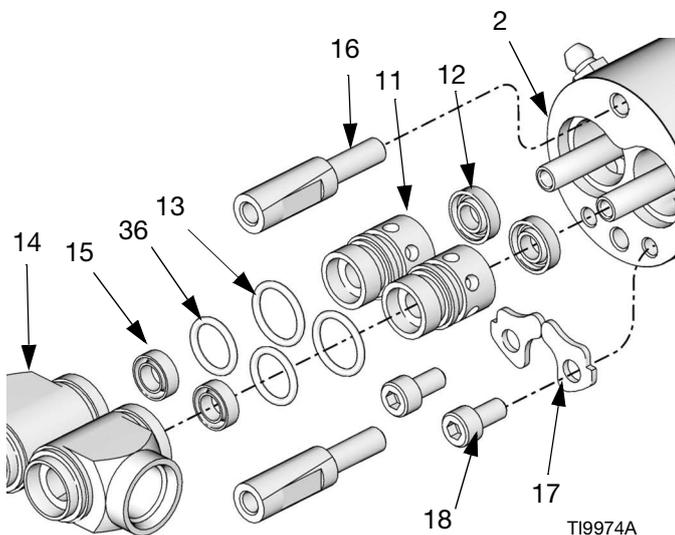

FIG. 7
5. Rimuovere le due viti del contenitore del fluido (18) e i morsetti (17) dal contenitore del fluido (14). Fare scorrere il contenitore del fluido (14) fuori dal cilindro pneumatico (2). Vedere FIG. 7.
6. Rimuovere i cuscinetti (11), gli O-ring dei cuscinetti (36, 13) e le tenute del fluido secondarie (12, 15).
1. Lubrificare i cuscinetti (11), gli O-ring (13, 36) e le tenute (12, 15). Collocare gli O-ring (13, 36) sui cuscinetti. Inserire con attenzione le tenute (12) nell'incavo del cuscinetto, con i labbri rivolti in giù nel cuscinetto. Inserire le tenute (15) nel cuscinetto, con la molla rivolta all'esterno dell'alloggiamento. Prestare attenzione a non danneggiare i labbri delle tenute. Vedere FIG. 7.
2. Spingere i cuscinetti (11) nel cilindro pneumatico (2).
3. Ingrassare il contenitore del fluido (14) e installarlo sui cuscinetti (11). Installare morsetti (17) e viti (18). Serrare a una coppia di 2,8-3,4 N•m (25-30 in-lb).
4. **255180, 255182, 255900, 255901 e 255902**, inserire le guarnizioni (28) e le sedi (27).